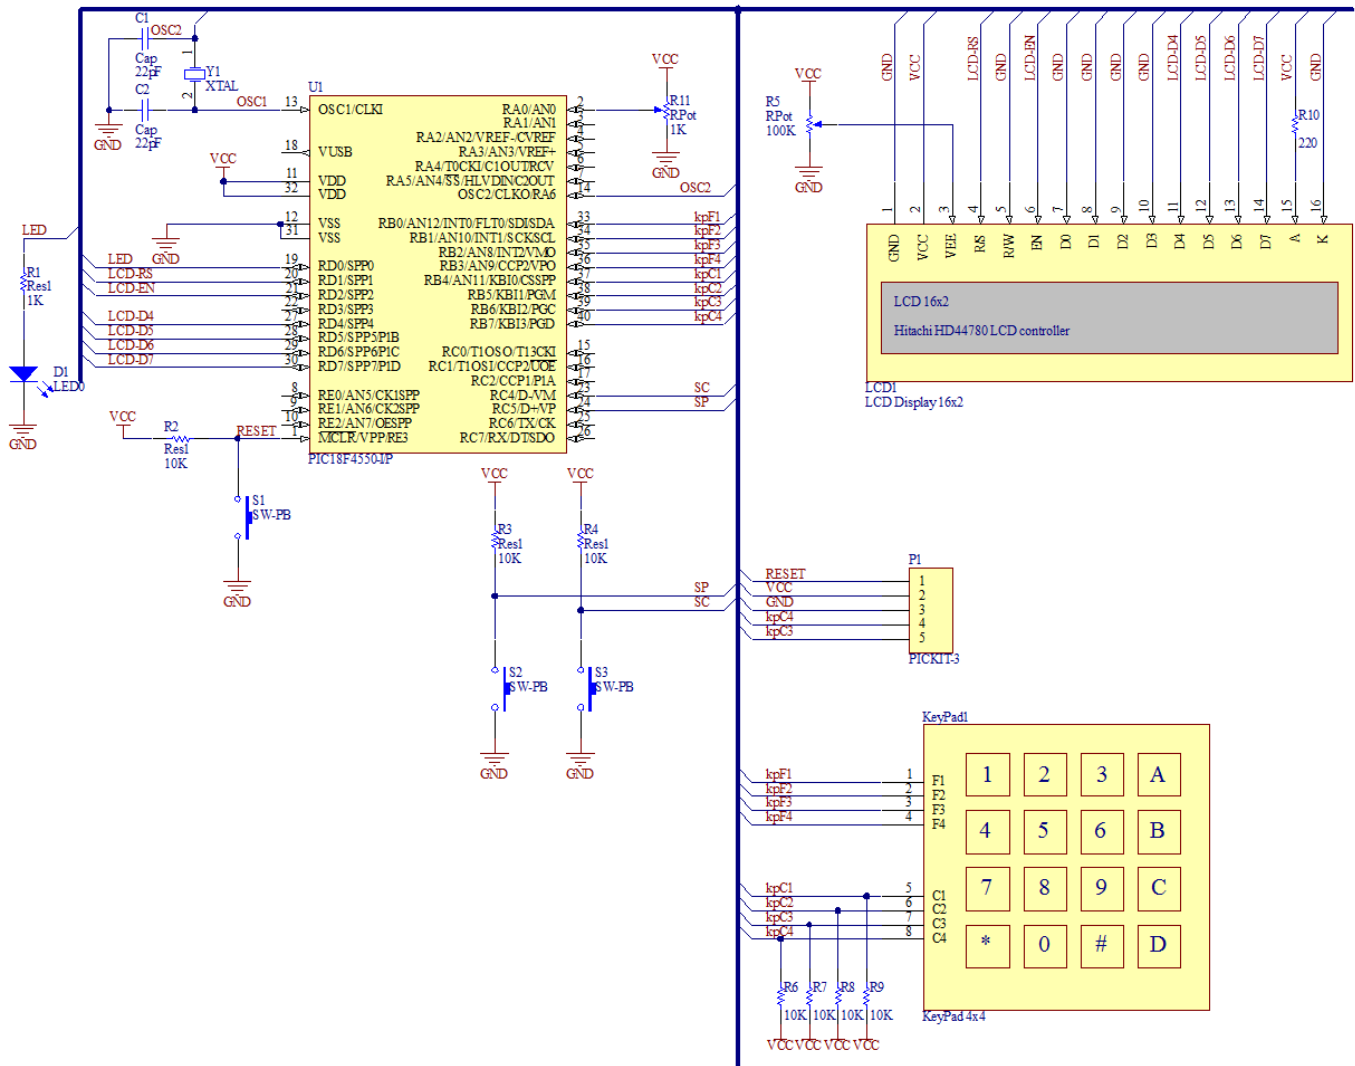

Figura 1.1: Manejo de LCD inteligente y teclado matricial.
1. Implemente el circuito de la figura 1.1 en un project board.